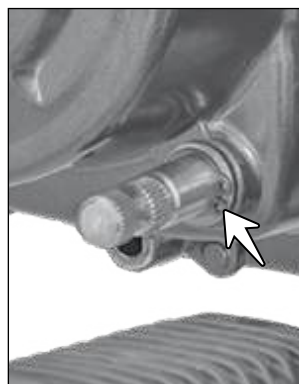

Fig. 3.36A
- Utilizando um alicate de anel de trava externo, remova o anel de trava (seta) e a arruela do eixo seletor de marchas. (Fig. 3.36A)